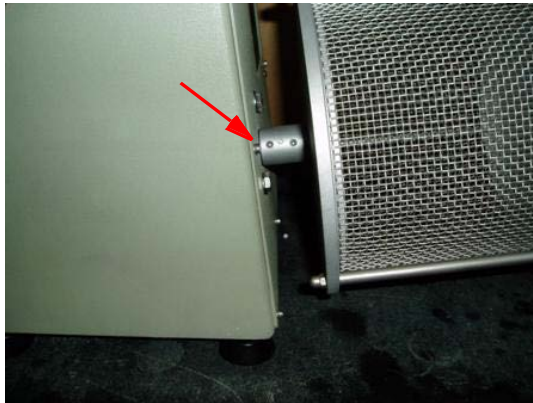
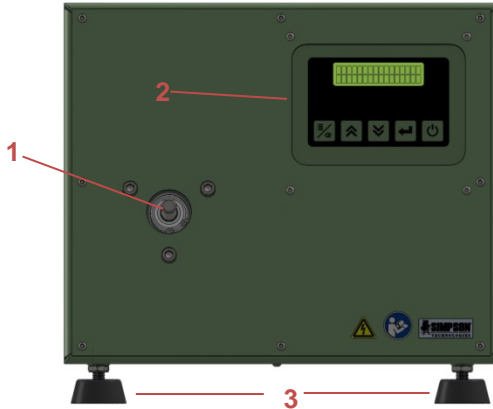

Abbildung 2: Trommel auf der Achse
Abbildung 6: Frontansicht Ohne Montierte Rotier Trommel
Um eine effektive Leistung zu garantieren, wird eine feste Oberfläche, die frei von Vibrationen ist empfohlen. Stellen Sie das Gerät auf eine stabile Bank. Das Gerät kann niveliert werden durch anpassen der Füße (Teil 3, Abbildung 6 und 9).
2. Schiebe vorsichtig die Trummel auf die Welle (Teil 1, Abbildung 6) Setze die Schraube über den flachen Teilauf der Welle (Abbildung 2).